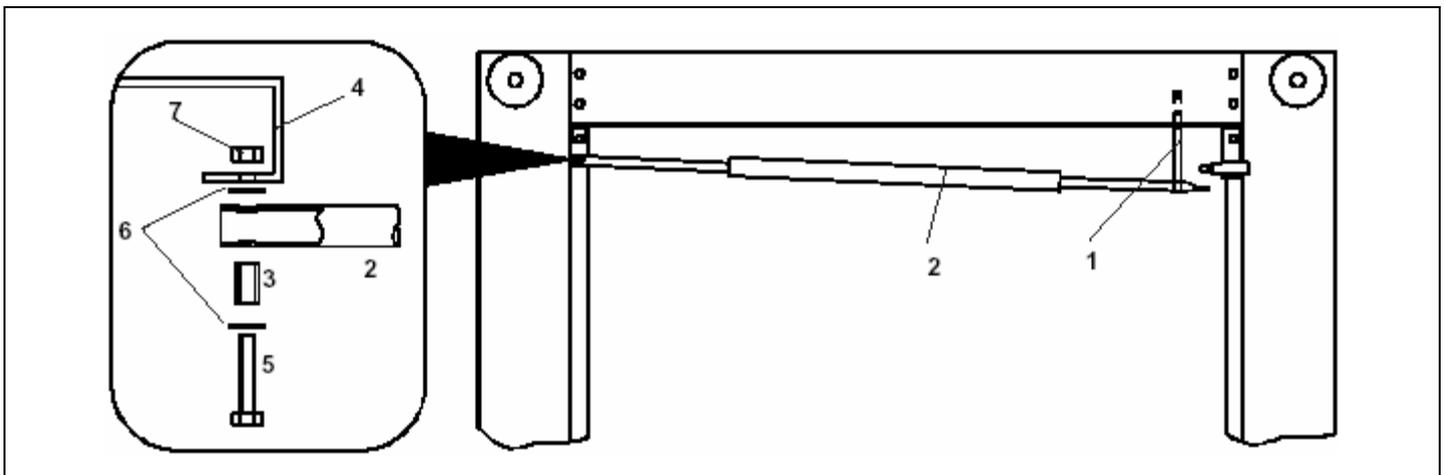

Рис. 43 Установка устройства ограничения хода
4. Установите группу деталей устройства ограничения хода следующим образом (см. Рис.43):